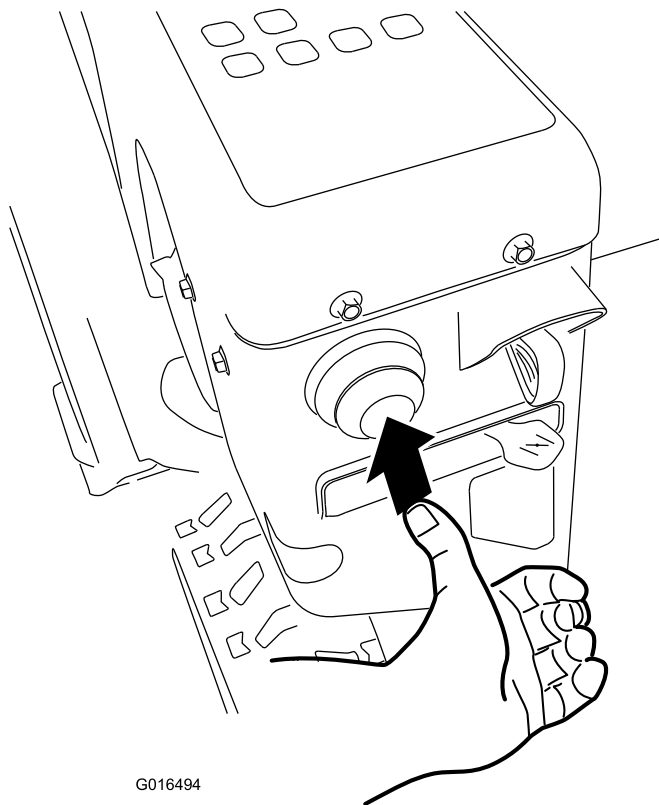

Figure 27
4. Appuyez fermement à 3 reprises sur l'amorceur avec le pouce, en marquant une pause d'une seconde chaque fois (Figure 27).